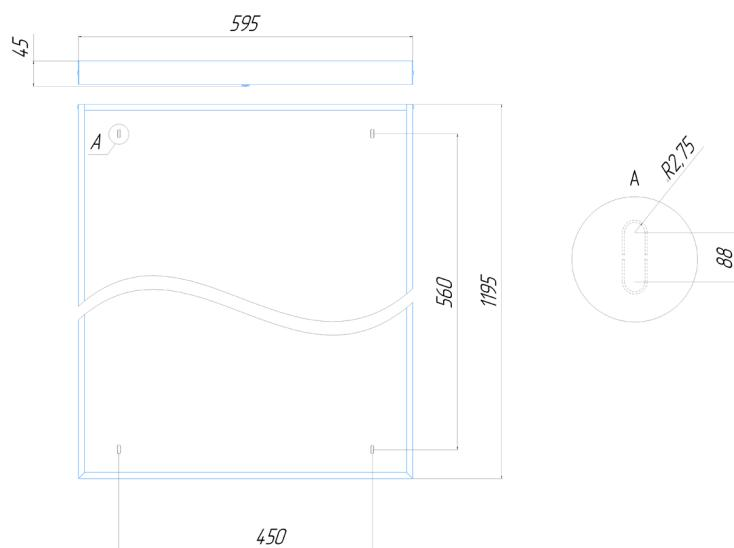

Рисунок 1. Габаритный чертеж Econex Office 1195x595 G2 EM
5.1.2. Для установки светильника необходимо повернуть торцевую панель и аккуратно снять рассеиватель. Надежно закрепить на ровной поверхности корпус светильника при помощи комплекта креплений, габариты для монтажа см. рисунок 1.